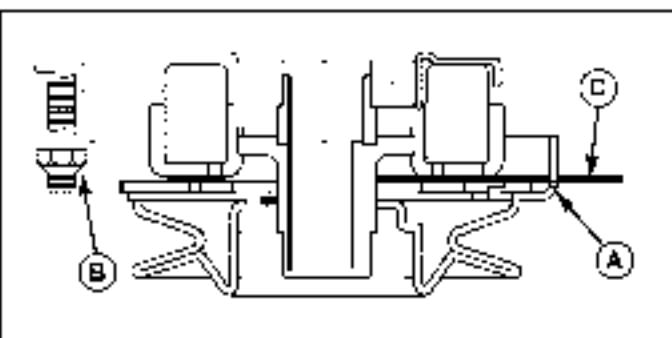

Figura 22. Ajustar embrague del PTO
3. Introduzca una lámina calibradora (C) de 0.40 a 0.45 mm (.016" a .018") por cada ventana, colocando el calibrador entre la cara del rotor y la cara del armazón como se muestra en la Figura 22.
4. Apriete las tuercas de ajuste (B) una tras otra hasta que la cara del motor y la cara del armazón apenas hagan contacto con el calibrador.